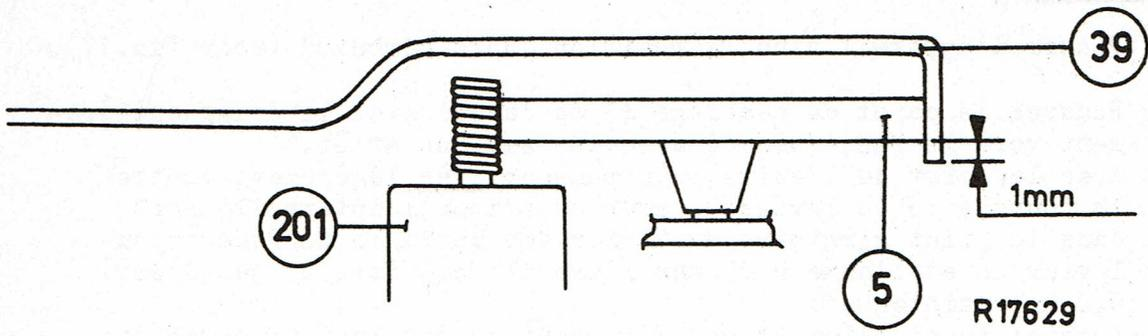

Fig.23
2. Le côté inférieur de la surface de roulement des roues intermédiaires doit marcher un mm au minimum au-dessus du côté inférieur du plateau (voir la fig. 23 et 24). A ajuster éventuellement en recourbant légèrement les équerres 209.